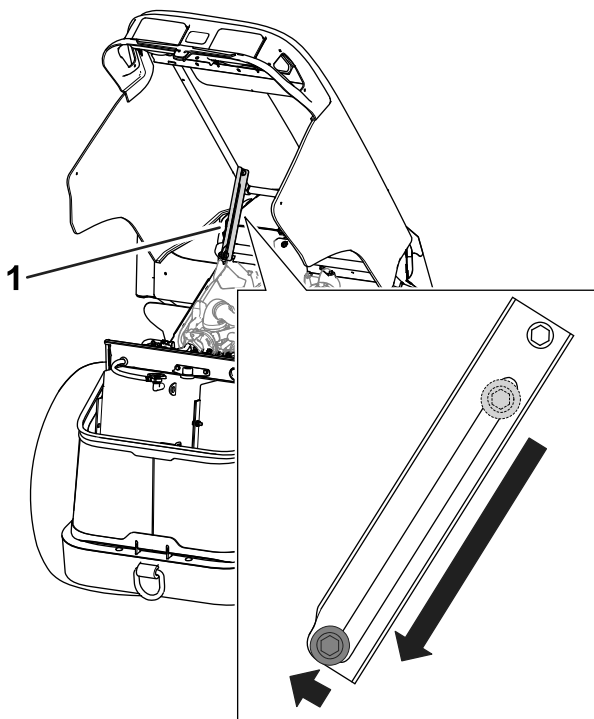

Bild 69
3. Achten Sie darauf, dass sich der Stützenriegel der Motorhaube in der Stützrastung befindet, um die Haube in angehobener Position (Bild 69) zu halten.